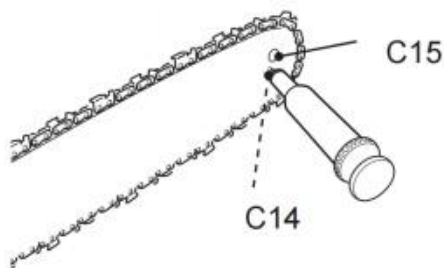

Fig. 69
2. Använd en engångssmörjpistol för att föra in nålspetsen i smörjhålet (C14) och spruta in fett tills det syns vid kedjehjulets ytterkant (bild 69).